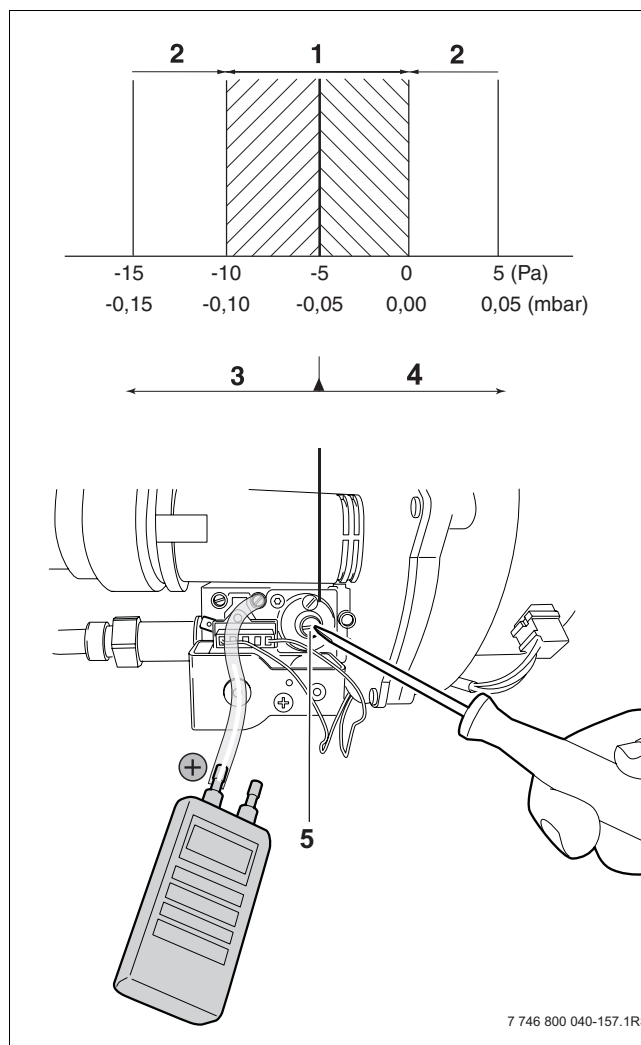

Bild 38 Gas-Luft-Verhältnis einstellen
- Messschlauch des Druckmessgerätes auf den Messnippel (→ Bild 38) aufstecken.